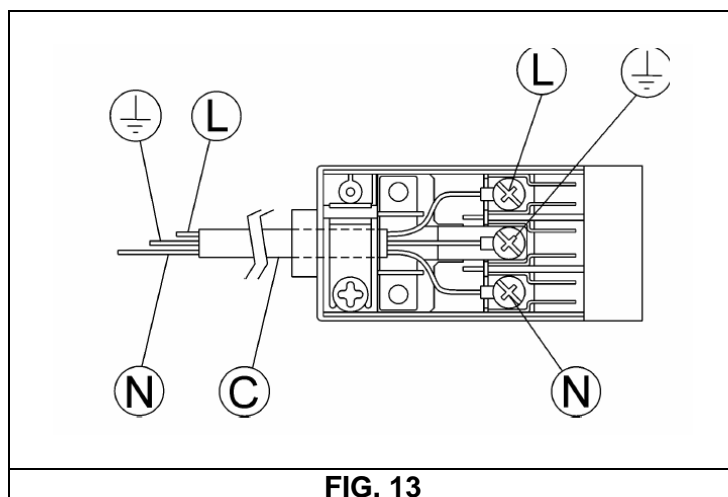

FIG. 13
- Aplique no cabo de alimentação "C", se não a possuir (veja fig. 13), uma ficha normalizada adequada à carga indicada na etiqueta de características. Efectue a ligação dos condutores conforme indicado no esquema da fig. 13 e respeitando todos os avisos enumerados a seguir.